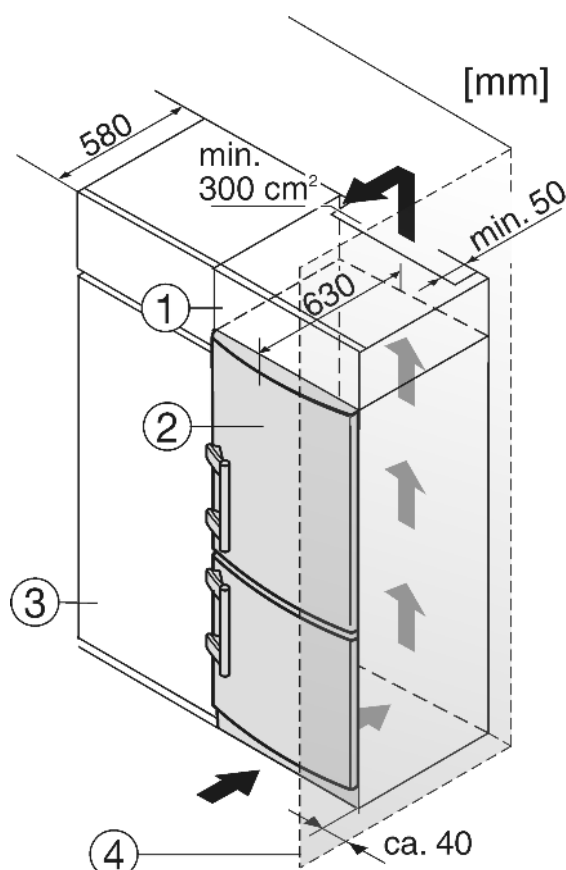

Fig. 25
- (1) Дополнительный шкафчик
- (2) Устройство
- (3) Кухонный шкаф
- (4) Стенка
Устройство может быть окружено предметами кухонной обстановки. Чтобы уравнивать устройство Fig. 25 (2) по высоте с кухонной стенкой, можно установить над устройством соответствующий дополнительный шкафчик Fig. 25 (1).
При комбинировании с обычными кухонными шкафами (глубина макс. 580 мм) устройство можно установить непосредственно рядом с кухонным шкафом Fig. 25 (3). Дверь устройства выступает по сторонам на 34 мм и по центру устройства на 50 мм относительно передней стенки кухонного шкафа. Поэтому ее можно свободно открывать и закрывать.
Если устройство установлено на шарнирах у стены Fig. 25 (4), то расстояние между устройством и стеной должно быть не менее 40 мм. Настолько выступает ручка при открытой дверце.